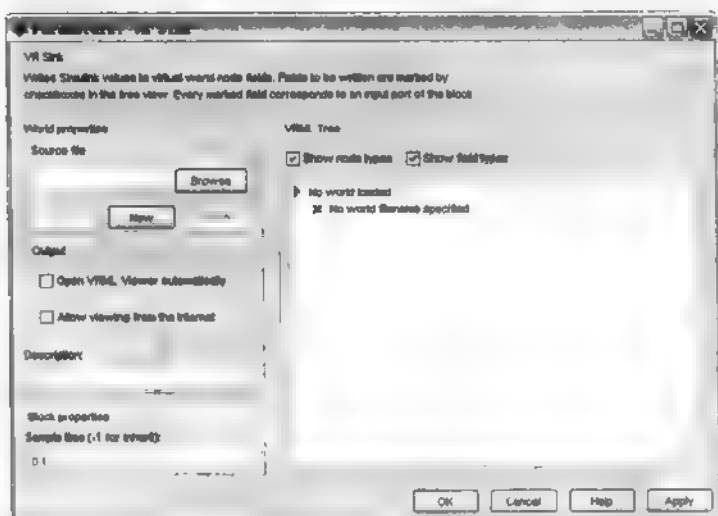

图 18.15 Parameters: VR Sink 参数对话框
(4) 从 Virtual Reality Toolbox 模块库中，拖放 VR Sink 模块到 Simulink 模型中。VR Sink 模块将 Simulink 模型数据输入到虚拟世界。关闭模块库窗口。现在已经选择了虚拟世界来可视化仿真。一个带有高速跑道和飞机的虚拟世界就会保存在 VRML 文件 vrtkoff.wrl 中，位置为 vrdemos 目录中。
(5) 双击 VR Sink 模块就会弹出 Parameters: VR Sink 对话框，如图 18.15 所示。
(6) 单击 Browse 按钮，就会弹出的 Select World 对话框中，选择 <matlab root>\toolbox\vr\vrdemos 中的 vrtkoff.wrl 文件。
(7) 在 Description 文本框中，输入模型的简短描述，如 VR Plane taking off。
(8) 单击 Apply 按钮，Parameters: VR Sink 参数对话框中就会出现 VRML 树了，显示了虚拟环境的各种结构。